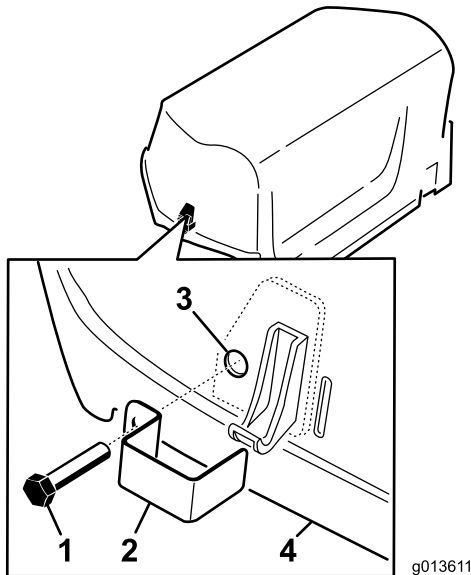

图7
1. 用带头螺栓共 2 个将门锁盖安装到左、右机罩门锁上 图7。
2. 用钳子或可调扳手将内锁定垫圈拧到各个螺栓 12 个螺纹以固定螺栓 图7。